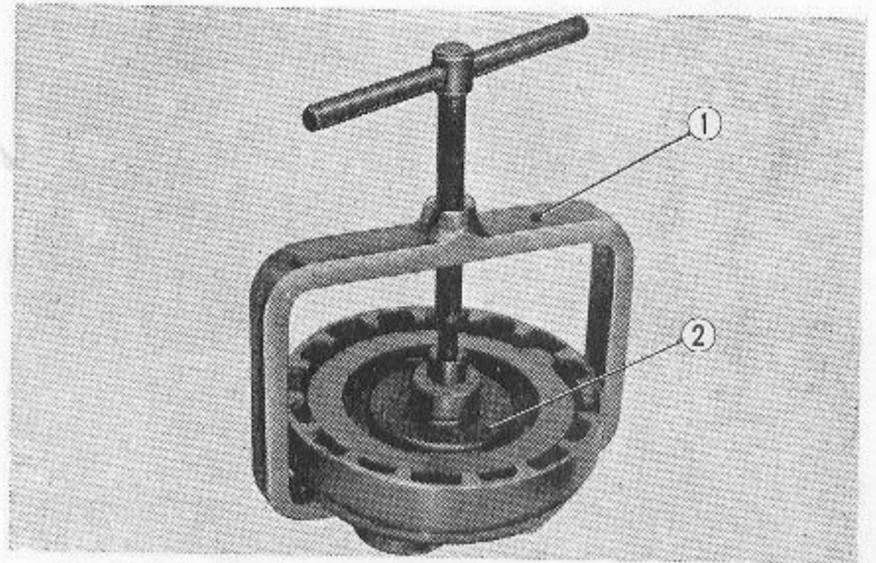

Abb. 3.59 Kupplung ausbauen
- (4) Zum Ausbau der Kupplung wird ein Spezialwerkzeug verwendet. (Abb. 3.59)